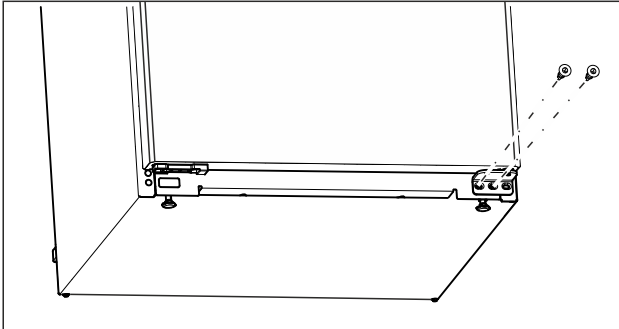

Fig. 6
- ▶ Kierrä alemmassa laakerijalustassa keskimäinen ruuvi ulos Torx 20 -ruuvimeisselillä. (katso Fig. 6)
- ▶ Kierrä alemmassa laakerijalustassa sisempi ruuvi ulos Torx 20 -ruuvimeisselillä. (katso Fig. 6)